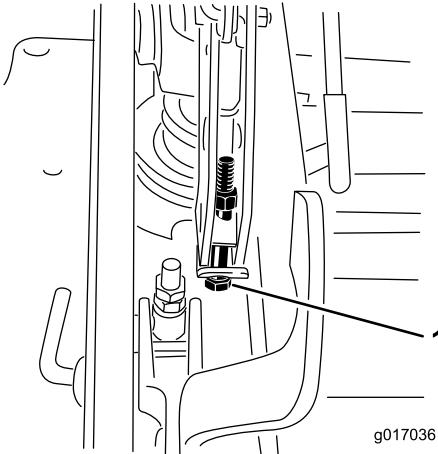

Figure 92
12. Si le tablier est trop bas, serrez le boulon de réglage monopoint dans le sens horaire. Si le tablier est trop haut, desserrez le boulon de réglage monopoint dans le sens antihoraire (Figure 92).